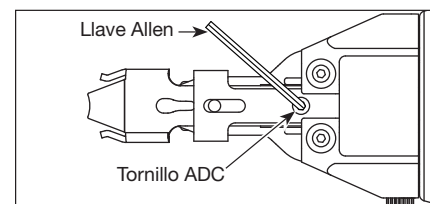

Figura 22
1. Una vez retirados la célula de combustible, la batería y los sujetadores, afloje el tornillo de sombrerete de cabeza hueca de control de profundidad ajustable (ADC por sus siglas en inglés) con una llave allen de 4 mm (vea la Figura 22).